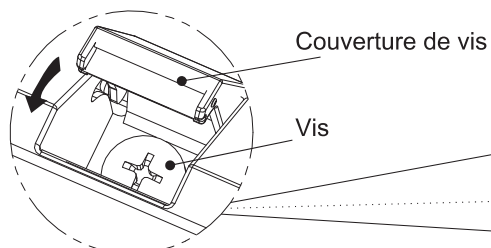

Fig. 25
- 11) Installez les vis et fermez les couvercles à vis comme illustrée sur la Fig.25 (Remarque: